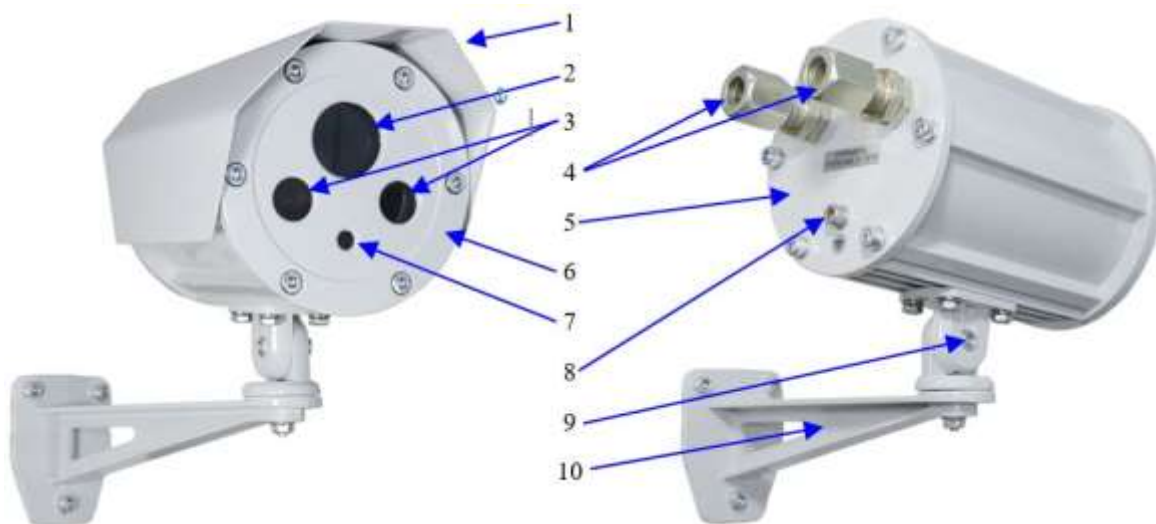

Рисунок 2 – Внешний вид видеокамеры
- Открутить болт (9) и отсоединить от видеокамеры крепежно-юстировочное устройство (10), рис. 2;
- Закрепить крепежно-юстировочное устройство (10) на установленное проектом место;
- Открутить фиксирующие винты и отделить заднюю крышку (5) от корпуса видеокамеры. Отделять заднюю крышку осторожно, чтобы не повредить провода от видеомодуля и ИК-подсветки.
• Через кабельные вводы (4) завести внешние питающий и сигнальный кабели, подключить их к плате коммутации видеокамеры согласно схемы подключения внешних подключений. рис 3;
- Установить видеокамеру на крепежно-юстировочное устройство (10), включить монитор, нацелить камеру на контролируемую зону и зафиксировать винтом (9), рис. 2;